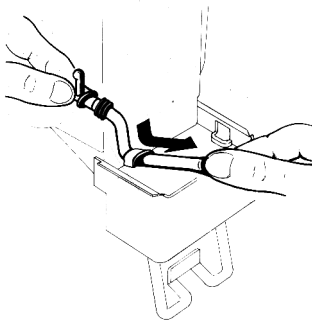

Bild 14
- 2 - Ausgabeschlauch in seinem horizontalen Sitz in Behälterboden einsetzen (Bild 14).